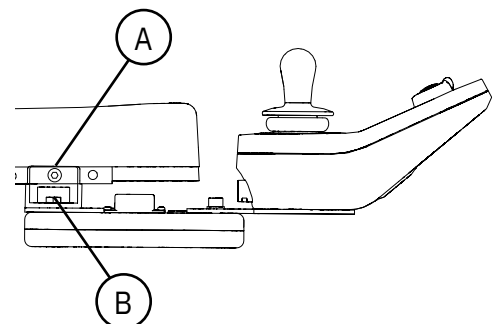

Abb. 5.2. ParaLoc.
Die Bedieneinheiten können auf zwei Arten befestigt werden: mit einem Bedienarm oder mittels ParaLoc (Option). Der Bedienarm verfügt über zwei Gelenke, die es ermöglichen, die Bedieneinheit an der Armlehne nach innen und außen zu schwenken. Die Gelenke können entweder in einer festen Position arretiert werden oder mit einstellbarem Widerstand beweglich sein. Mit ParaLoc bleibt die Bedieneinheit auch dann stets korrekt ausgerichtet, wenn der Bedienarm nach außen oder innen geschwenkt wird. ParaLoc hat eine verriegelte Position, die normalerweise von der Armlehne aus gerade nach vorne gerichtet ist. Die verriegelte Position kann auch durch Verstellen des Magnetarms angepasst werden, siehe Abb. 5.2. Beide Befestigungsarten sind zudem in der Tiefe einstellbar und können wahlweise rechts oder links montiert werden. ParaLoc mit Höhen- und Neigungssteuerung lässt sich verschiedenartig anpassen, ohne dass zusätzliches Werkzeug erforderlich ist.
Beim ParaLoc können sowohl die Tiefe (A) als auch die verriegelte Position des Magnetarms (B) angepasst werden, siehe Abb. 5.2. Zur Einstellung der Tiefe siehe Bedienarm.
Beim Bedienarm können sowohl die Tiefe als auch die verriegelte Position des Magnetarms wie oben angepasst werden, siehe Abb. 5.2. Zur Einstellung der Tiefe siehe Bedienarm.